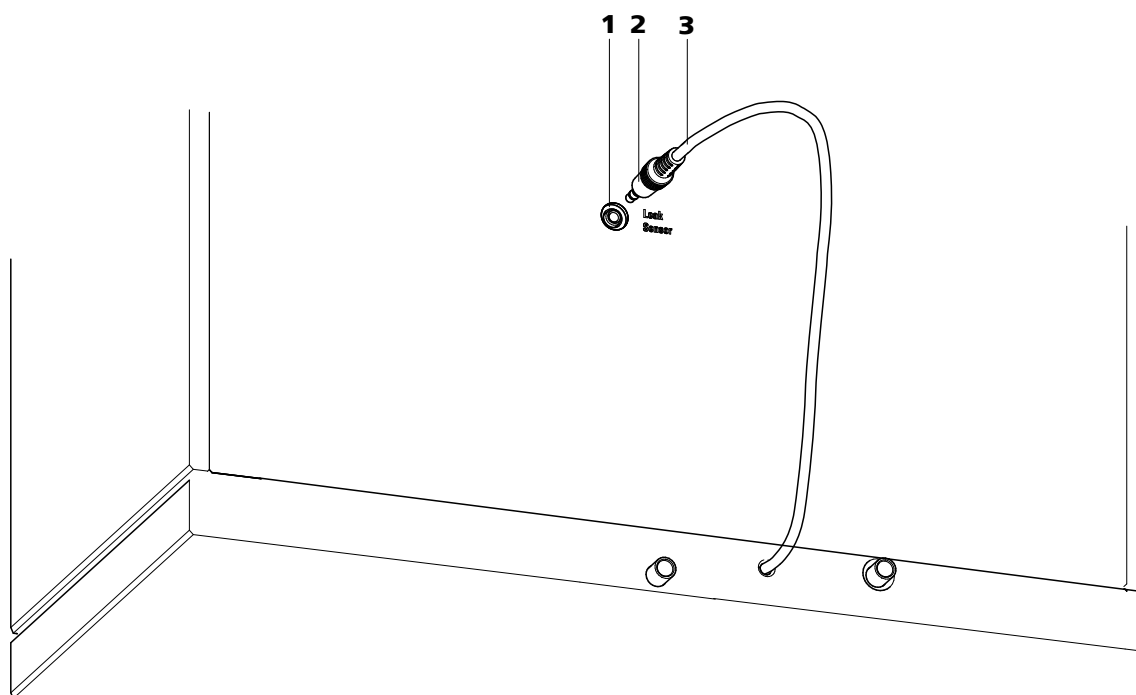

Figura 8 Conexão do sensor de vazamento na parte traseira do equipamento.
- 1 Insira o plug do sensor de vazamento (8-**2**) na tomada do sensor de vazamento (8-**1**) que se encontra na parte traseira do equipamento (ver figura 8, página 24).